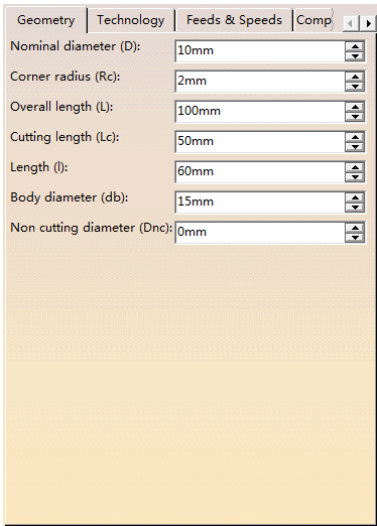

图 2-29 “Geometry” 选项卡
(1) “Geometry”选项卡 “Geometry”选项卡用于设置刀具直径、刀具圆角、刀具全长 L 、切削刃长度 L_c 、长度 l 、刀柄本体直径、外部直径和切削角度等参数，如图 2-29 所示。